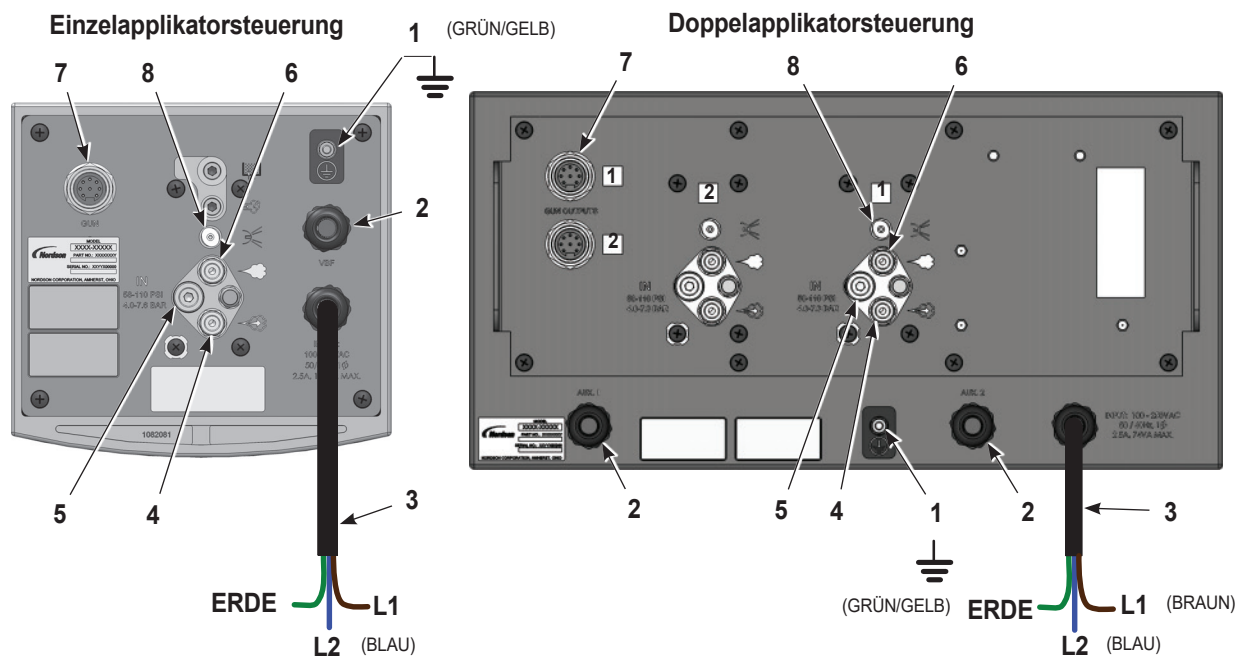
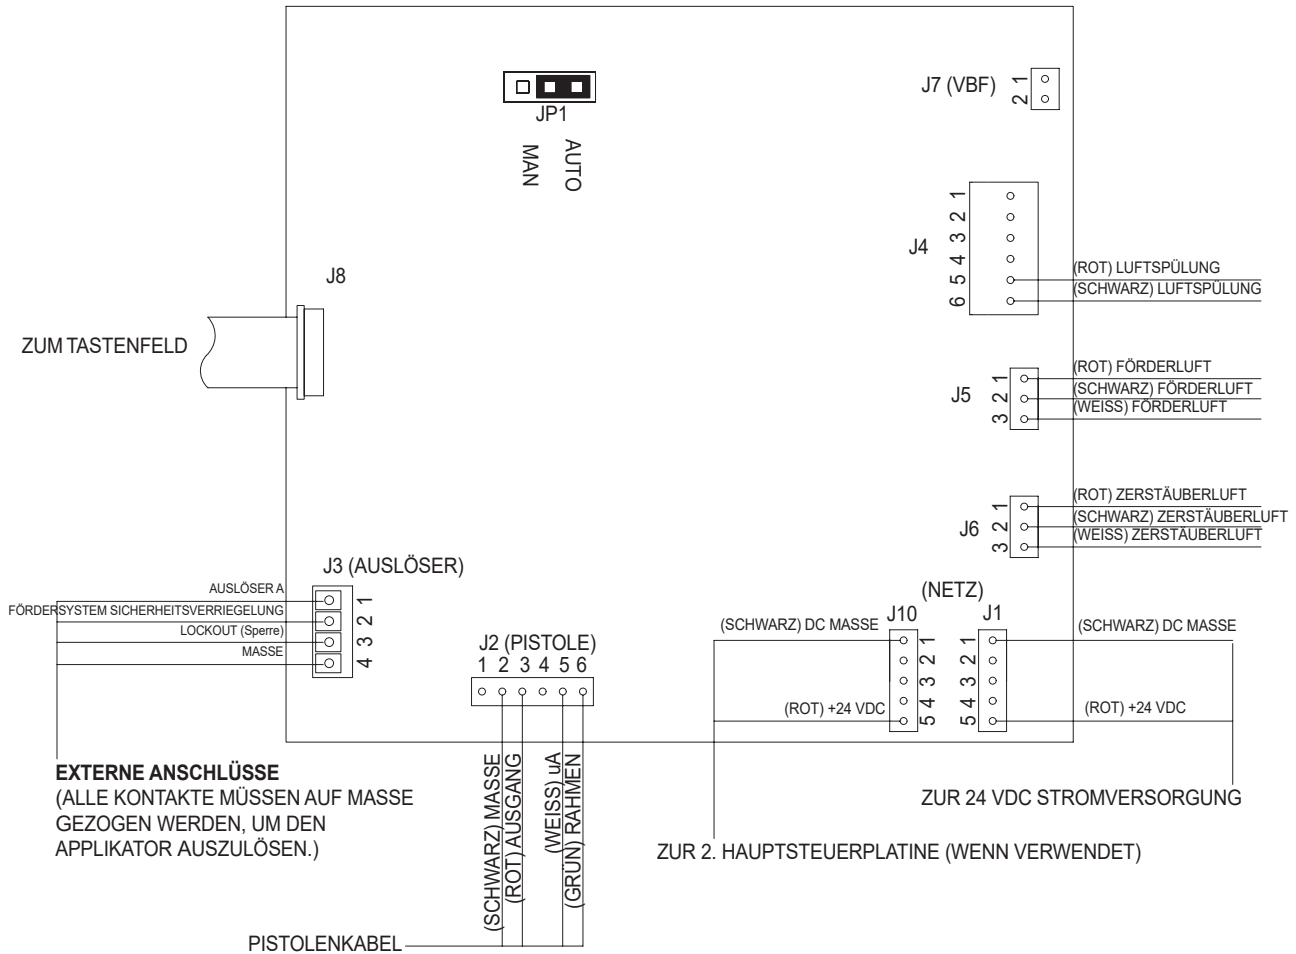
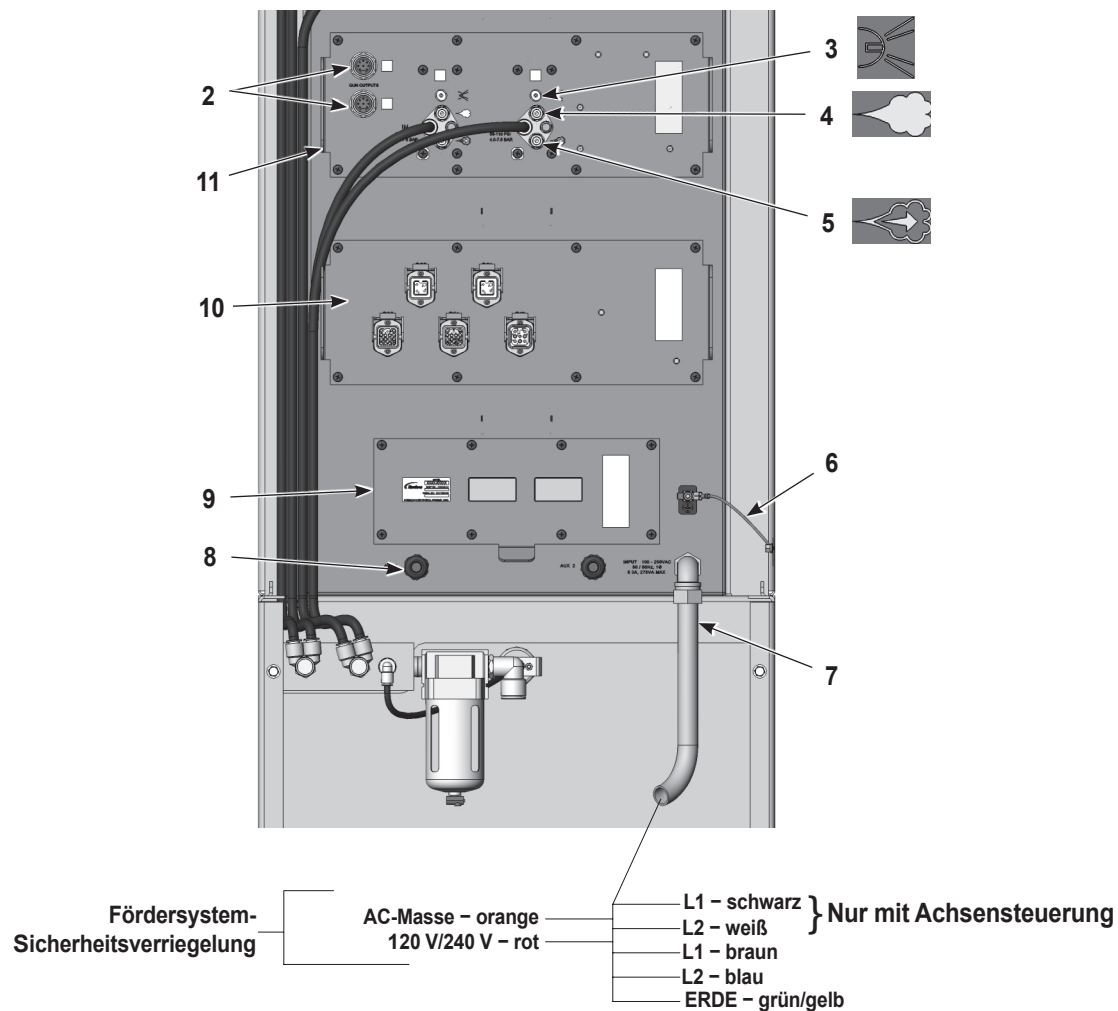

Abbildung 3-4 Anschlüsse für Einzel-/Doppelapplikatorsteuerung
Abbildung 3-5 Einzel- /Doppelapplikatorsteuerung – Anschlüsse der Hauptsteuerplatine für Auslöser/Sicherheitsverriegelung/Sperre
Abbildung 3-6 Steuerung für mehrere Applikatoren – Anschlüsse für Netz, Luft und Applikatoren (rückseitige Abdeckung und Schutzplatte abgenommen)
Die Steuerung an einer ebenen Fläche montieren und genug Freiraum lassen, um Stromkabel, Luftschlauch und Applikatorkabel an die Rückwand anzuschließen. Siehe Abb. 3-4 zu Maßen.
Anschlüsse gemäß Abbildung 3-4 herstellen. Siehe Abbildung 3-5 zu Anschlüssen für externen Auslöser, Fördersystem-Sicherheitsverriegelungen und externe Sperre.
Siehe Abbildung 3-5. Die Kabel für Auslöser und Sicherheitsverriegelung durch die Zugentlastungen AUX oder VBF in das Gehäuse führen und an die J3 Klemmen an der Hauptplatine / den Platinen anschließen. Die Schaltungen für Auslöser A, Fördersystem-Sicherheitsverriegelung und Sperre sind alle stromverbrauchend. Diese Schaltungen arbeiten mit 10 mA ±1.
Anschlüsse gemäß Abbildung 3-6 herstellen. Siehe Abbildung 3-5 zu Anschlüssen für externen Auslöser und Fördersystem-Sicherheitsverriegelung.
Siehe Abbildung 3-4. Die Steuerung mit Druckluft mit 4,0 – 7,6 bar (58 – 110 psi) versorgen.
1. Siehe Abbildung 3-4 oder Abbildung 3-6. Transparenten 4-mm-Elektrodenspülluftschlauch an die Spülluftverschraubungen an den Applikatorsteuerungspanels anschließen.
1. Siehe Abbildung 3-4 oder Abbildung 3-6. 8 mm dicken schwarzen Förderluftschlauch und blauen Zerstäuberluftschlauch an die Stecker an der Applikatorsteuerung anschließen.
Siehe Abbildung 3-5. Brückenstecker JP1 an der Applikator-Hauptsteuerplatine muss in der Position AUTO sitzen, damit das Gerät mit Automatik-Sprühapplikatoren richtig funktioniert. Wenn er in der Position MAN ist, können die Applikatoren nicht extern ausgelöst werden. Zum Ändern der Jumper-Position siehe *Fehlersuche*.